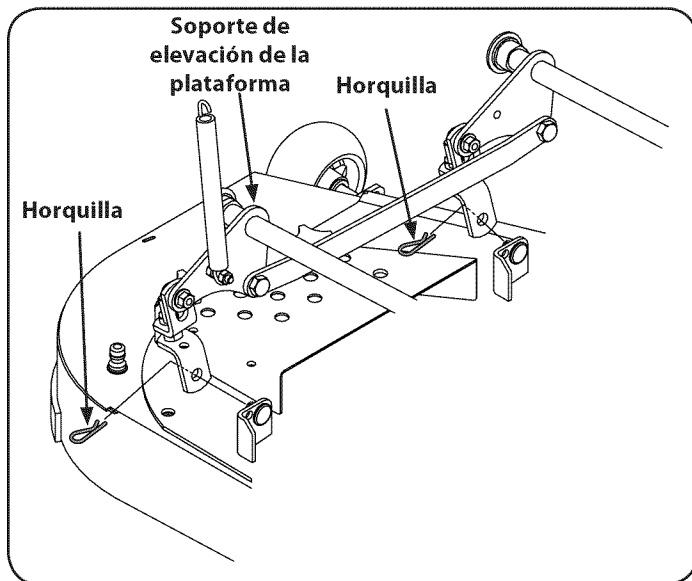

Figura 37
4. Retire las cuatro horquillas del lado derecho e izquierdo del soporte de elevación de plataforma. Vea la Figura 37.